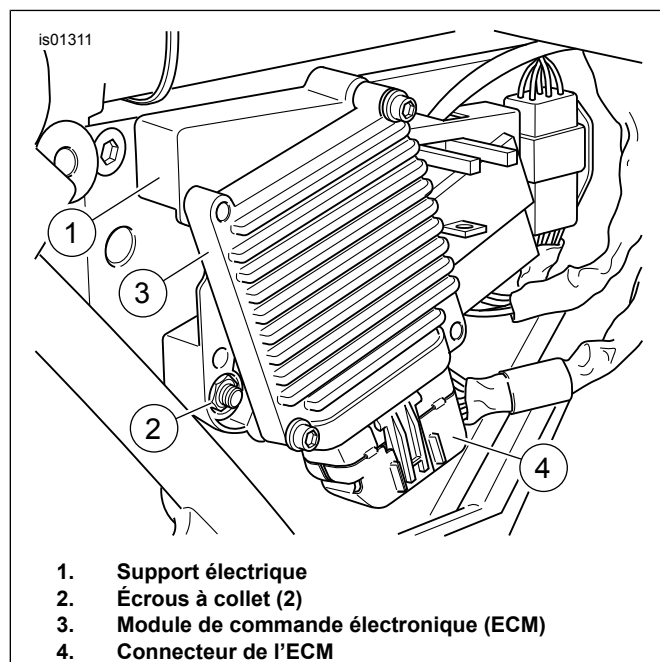

Figure 13. Support électrique (modèles Touring 2002-2007)
- Figure 13 Retirer les deux écrous à collet (2) du support électrique (1). Tirer l'ensemble support, avec le module de commande électronique (ECM) et le connecteur branché en l'éloignant du côté du boîtier de la batterie.